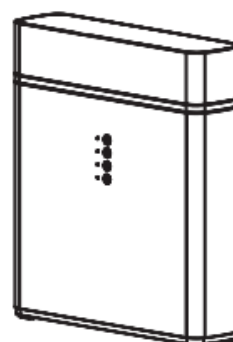

Fig. 6
5. Infine, fissare il coperchio di plastica (Fig. 6).